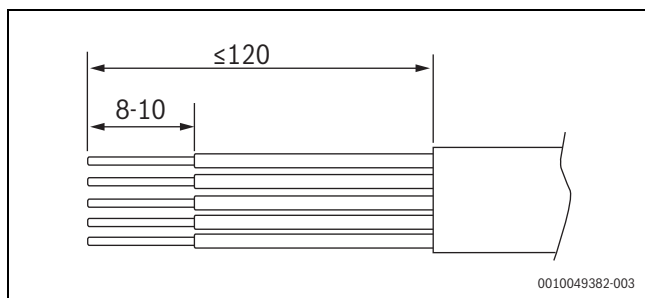

Bild 34 Abisolieren der Kabel für den Netzanschluss (mm)
- ▶ Anschlusskabel für die Stromversorgung durch die Kabeldurchführungen auf der linken Seite (1) führen. Mit einem Anzugsdrehmoment von 4,8 Nm festziehen.
- ▶ CAN-BUS-Anschlusskabel durch die Kabeldurchführungen auf der rechten Seite (2) führen. Von Hand festziehen.
- ▶ Kabel wie in →Bild 34 dargestellt abisolieren.